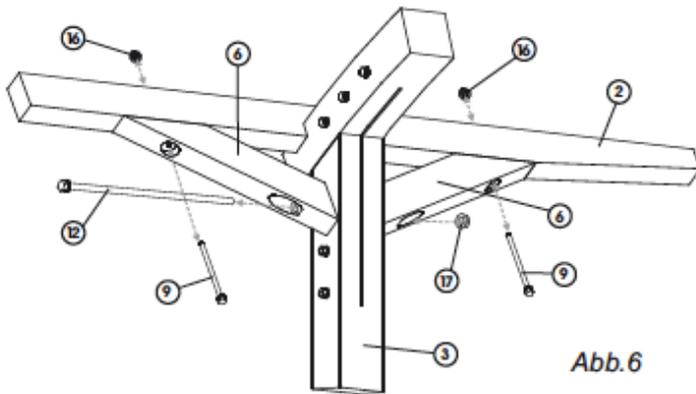

Abb. 6
d) Das Kopfband ⑥ wird an der äußeren Latta ② mit Schrauben M10/165 ⑨, Muttern ⑬ und Unterlegscheiben ⑫ befestigt. Mit Schrauben M12/300 ⑭, Muttern ⑰ und Unterlegscheiben ⑱ werden beide Kopfbänder am Pfosten ③ befestigt. (Abb. 6)